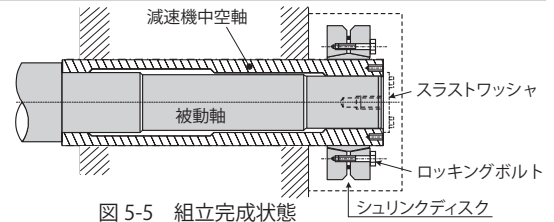

図 5-5 組立完成状態
2. 立形減速機の場合、ロックングボルトを緩めたときに減速機が移動しないように、スラストワッシャを取り付けてください。(図 5-5 参照)
(4) 取り外し手順
- ① 取り外しは上記の逆の順序で行ってください。